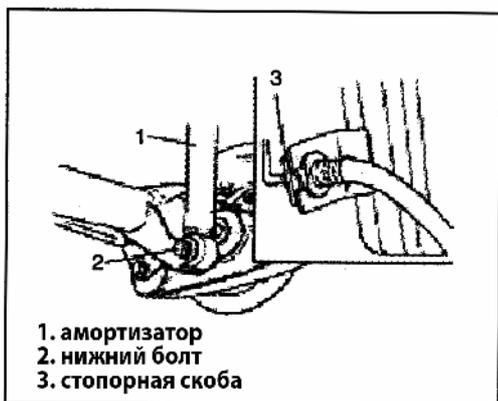

Рис. 561
- 2) Установите нижний болт амортизатора (Рис. 561).